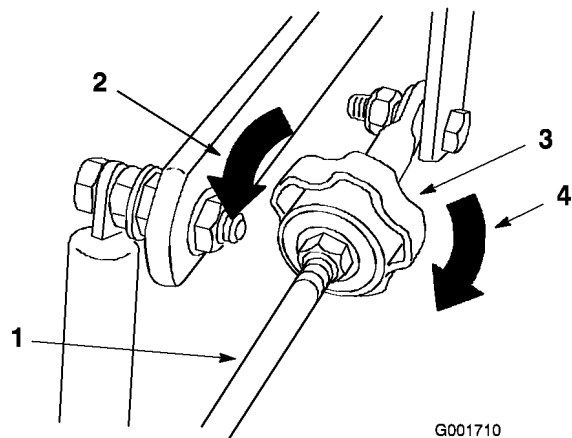

Figure 47
4. Réglez la correction directionnelle comme suit (Figure 47) :